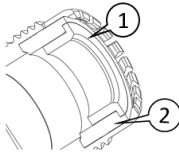

Fig. 9: Selectarea garniturii corecte
- 1 Selectați accesoriile corecte ale garniturii. Diametrul exterior recomandat al cablului pentru garnitură (fig. 9 / poz. 1) este de 20–24 mm.
Diametrul exterior recomandat al cablului pentru garnitură (fig. 9 / poz. 2) este de 24,5–30 mm.